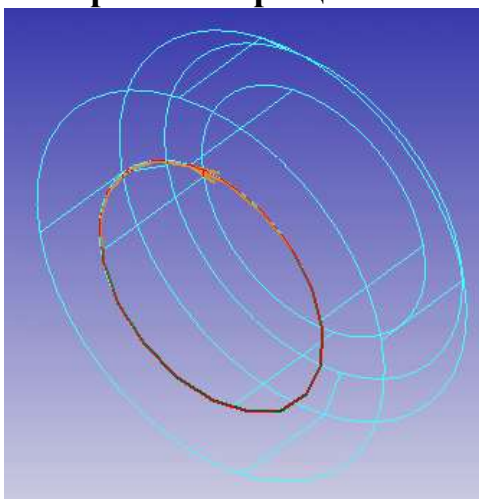

Рис. 18. Выделение ребра при создании системы координат привязки
15. Создайте локальную систему координат привязки кольца () . Началом координат системы задайте с помощью команды **Выбрать круглое ребро** () , указав центр торца детали (рис. 18).